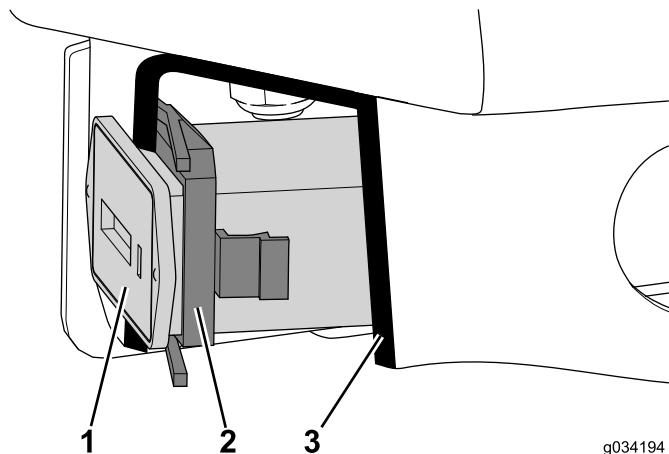

Figura 26
- Premete il contaore nell'intaglio e fissatelo con il fermo (Figura 26).